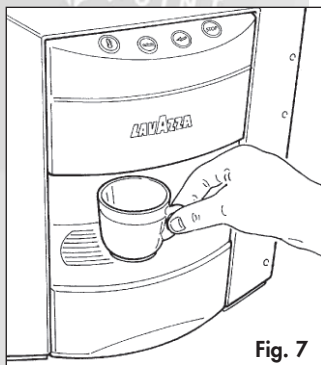
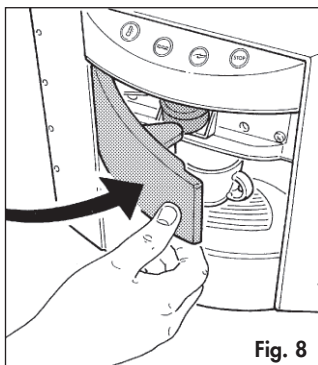

Fig. 7
Fig. 8
In questa condizione è necessario introdurre alcune monete per attivare l'erogazione. Dopo aver disposto una tazzina sulla griglia del vano tazza (fig. 7) le sequenze d'uso sono:
- Posizionare la cialda della bevanda desiderata davanti all'apposito vano d'ingresso e chiudere lo sportello con una leggera pressione (fig. 8). L'introduzione della cialda avvia automaticamente l'erogazione della bevanda. Il tasto di STOP che appariva spento si illumina.
Disporre una tazzina sulla griglia del vano tazza (fig. 7). Posizionare la cialda della bevanda desiderata davanti all'apposito vano d'ingresso e chiudere la leva con una leggera pressione (fig. 8). L'introduzione della cialda avvia automaticamente l'erogazione della bevanda. Il tasto di STOP, che appariva spento, si illumina.